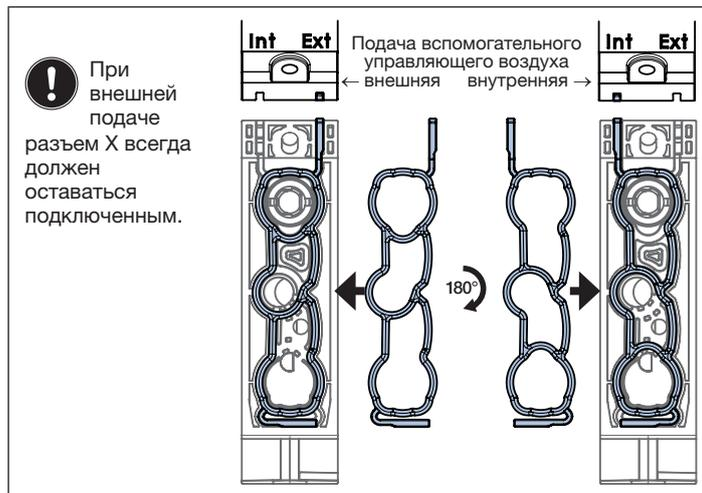

Рис. 19. Выбор между внутренней и внешней подачей вспомогательного управляющего воздуха осуществляется поворотом уплотнения на 180°.
- ▶ Перед вводом в эксплуатацию убедитесь в одинаковом расположении всех уплотнений соединительных модулей (снаружи или внутри, см. «Рис. 19»).